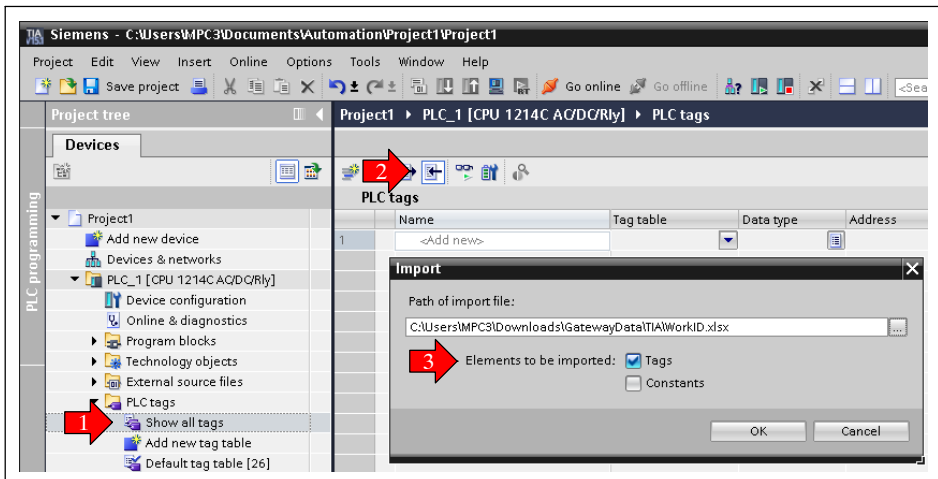

Fig. 4.16 Importation de WorkID.xlsx
- ▶ Faites un double clic dans le projet sous votre API (PLC_1 ou nom) sur **PLC tags** → **Show all tags** (Fig. 4.16).
- ▶ A l'aide de l'icône , sélectionnez le fichier « WorkID_Tags.xlsx » dans le répertoire « GatewayData\TIA » (Fig. 4.16).
- ▶ Importez du fichier les éléments **Tags** (Fig. 4.16).